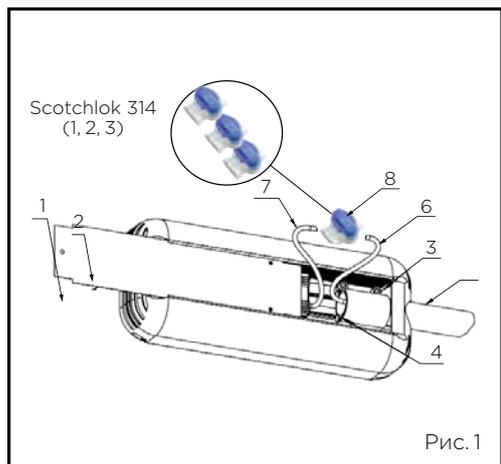

Рис. 1
Для монтажа и подключения светильника «ДКУ» к электрической сети необходимо (рис. 1):
1. Закрепить ДКУ_кронштейн_01 (рис.1) на опору, столб, верхнее основание, стены и т.д. Для этого: